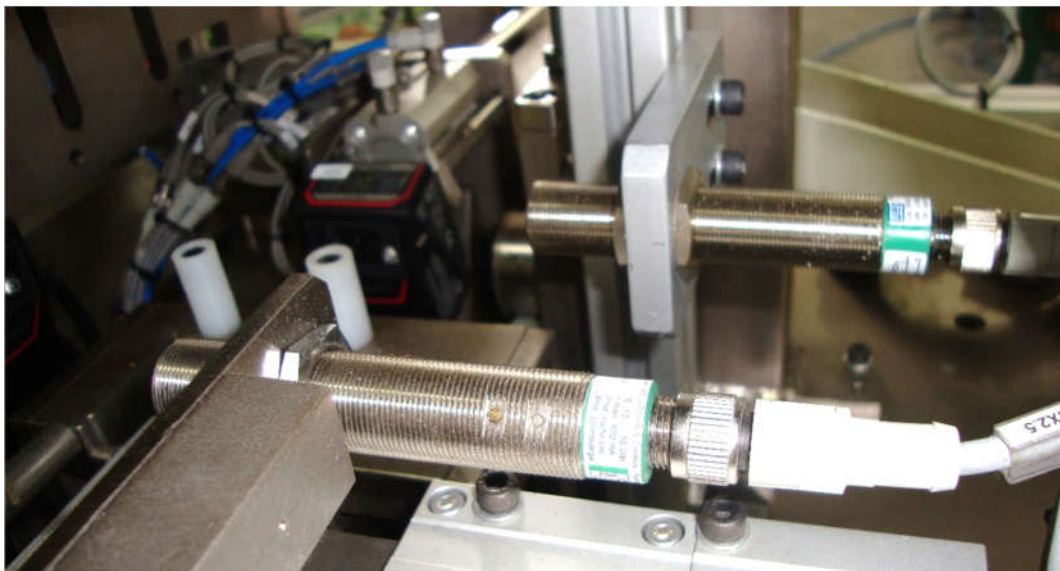

Figura 27 – Sensores(Exemplo típico)
- Verificar visualmente a posição e condições dos sensores (*Figura 27*).